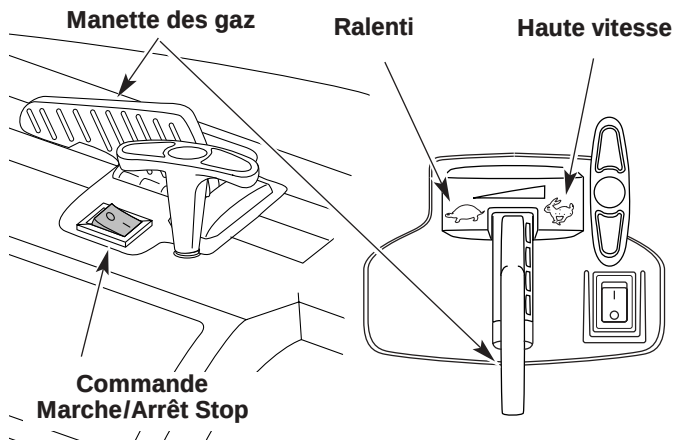
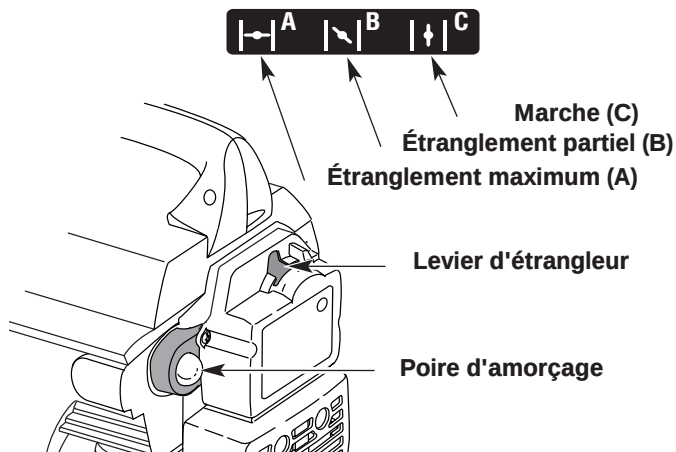
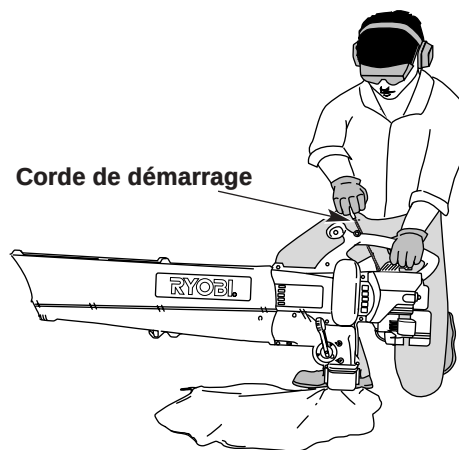

Fig. 9
Fig. 10
Fig. 11
NOTE : La commande Marche/Arrêt Stop est temporaire et est toujours en position **MARCHE (I)** (Fig. 9).
3. Enfoncez complètement puis relâchez lentement la poire d'amorçage 5 à 7 fois. Vous devriez sentir et voir du carburant dans la poire (Fig. 10). S'il n'y a pas de carburant dans la poire, appuyez trois fois ou plus ou jusqu'à ce qu'il y pénètre.
4. Mettez le levier d'étrangleur en position d'étranglement **MAXIMUM (A |←|)** (Fig. 10).
5. L'appareil étant posé au sol (Fig. 11), mettez la manette des gaz en position de haute vitesse () (Fig. 9).
6. Tirez rapidement sur la corde de démarrage (Fig. 11). Continuez de tirer jusqu'à ce que le moteur semble vouloir démarrer (après 2 à 5 coups).
7. Mettez le levier d'étrangleur en position d'étranglement **PARTIEL (B |↘|)** (Fig. 10).
8. Tirez brusquement sur la corde de démarrage 1 à 3 fois pour démarrer le moteur (Fig. 11).
10. Laissez le moteur se réchauffer pendant 5 à 10 secondes. Mettez le levier d'étrangleur en position **MARCHE (C |↑|)** (Fig. 10).
NOTE : Si le moteur se noie durant le démarrage, placez le levier d'étrangleur en position **MARCHE** (C | I). Mettez la manette des gaz en position de haute vitesse (☛) (Fig 9). Tirez rapidement sur la corde de démarrage. Le moteur devrait démarrer après 3 à 8 coups.
NOTE: Il n'est pas nécessaire d'utiliser l'étrangleur pour démarrer un moteur chaud. Mettez la manette des gaz en position de haute vitesse (☛) (Fig 9), puis démarrez l'appareil en position d'étranglement **PARTIEL** (B | \) (Fig. 10).
1. Mettez la manette des gaz en position de ralenti (☞) (Fig. 9). Laissez le moteur se refroidir au ralenti pendant 10 à 15 secondes.
2. Appuyez sur la commande Marche/Arrêt Stop et maintenez-la en position **ARRÊT** (O) jusqu'à ce que le moteur s'arrête complètement (Fig. 9).
1. Appuyez sur la commande Marche/Arrêt Stop et maintenez-la en position **ARRÊT (O)** jusqu'à ce que le moteur s'arrête complètement (Fig. 9).